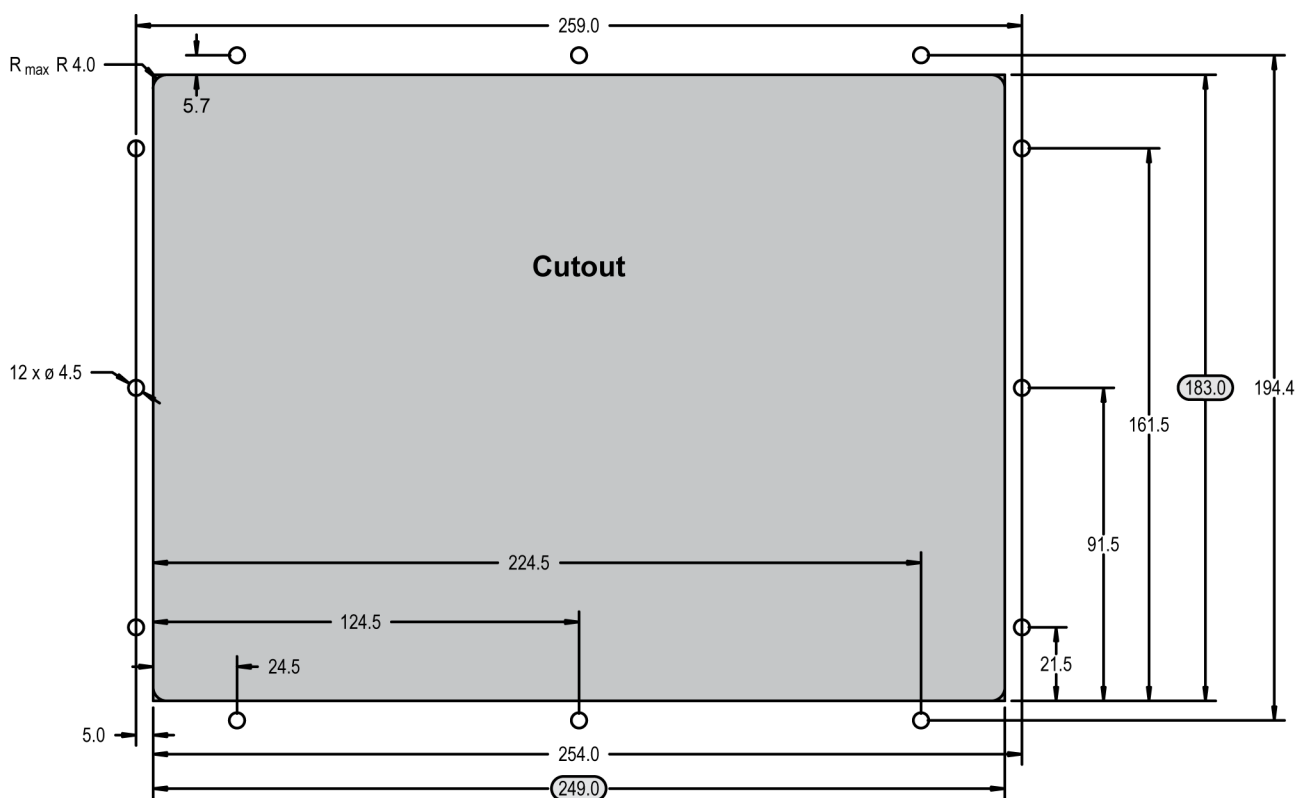

Abb. 14: Kunststoffgehäuse - Bohrschema
Das Gehäuse wird mit 12 Gewindebuchsen (Abb. 14) geliefert, die alle für die erforderliche Schutzart ordnungsgemäß angezogen werden müssen.
1. ➔ Schneiden Sie die Schalttafel aus und bohren Sie die Löcher entsprechend den Abmessungen in Abb. 14 (Abmessungen in mm dargestellt).